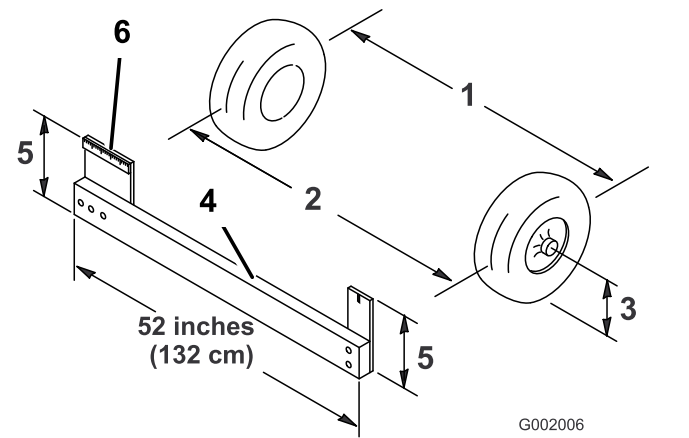

Figure 51
- Mesurez la distance entre les roues avant à hauteur d'essieu, à l'avant et à l'arrière des roues (Figure 51).
**Remarque:** Vous aurez besoin d'un gabarit ou d'un contrôleur d'alignement pour mesurer précisément l'arrière des roues avant à hauteur d'essieu. Utilisez le même gabarit ou outil pour mesurer précisément l'avant des roues avant à hauteur d'essieu (Figure 51).